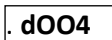

Рис.5 – Пример отображения базового DMX адреса прибора
- 6.4. **Нормальный режим работы.** В этом режиме управление светильником осуществляется от внешнего оборудования, по протоколу DMX512, при этом на экране отображается символ «d», и текущий базовый DMX адрес прибора (см. рис. 5). Изменение базового адреса осуществляется кнопками «UP» и «DOWN». При выключении светильника, установленный базовый адрес сохраняется в энергонезависимой памяти прибора.